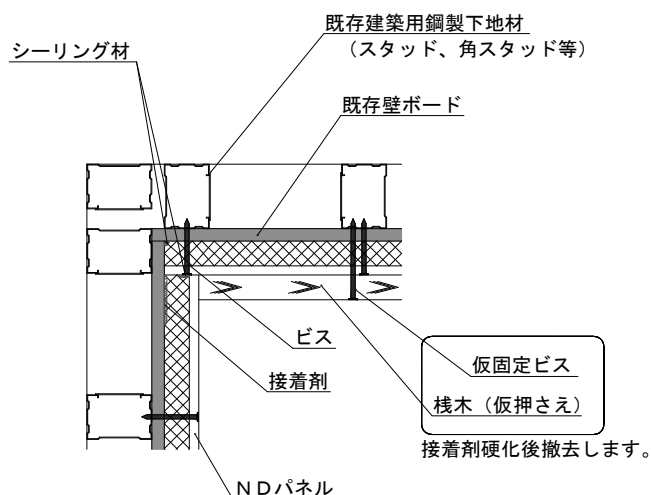

図 7 壁－壁の入隅部納まり図（例）
① 入隅納まり図（例）〔壁－壁〕
- ・ 図 7 のように一方の壁面の端部は、ビスで建築用鋼製下地材に固定できるが、もう片方の面の端部には下地材がなくビス固定ができない場合は、接着剤を使用して下地ボード面に固定します。なお、接着剤が硬化するまで、栈木等を使い仮押さえをしてください。